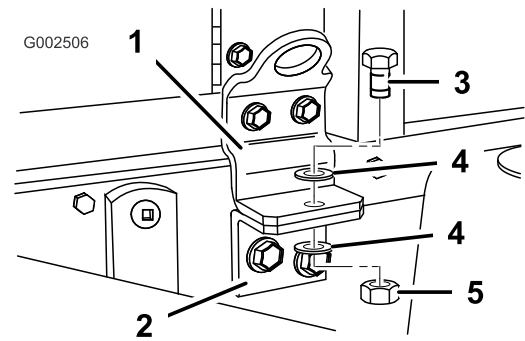

Figura 44
3. Rimuovete i bulloni di sicurezza dalla parte anteriore del telaio di supporto (Figura 44).